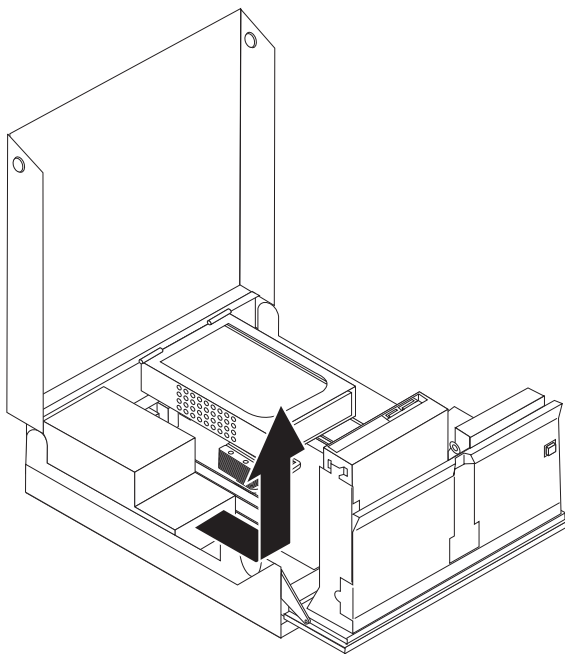

Рисунок 20. Как извлечь блок питания
8. Вытащите блок питания из рамы и извлеките его из компьютера. Смотрите рис. 20.